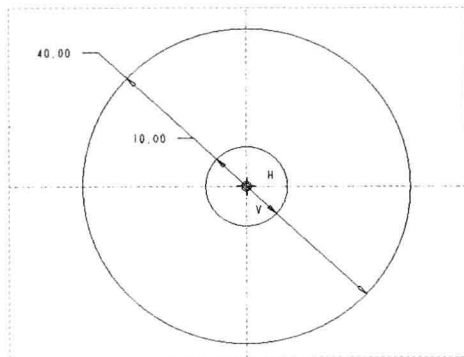

图 13-5 绘制圆 2
Step 04 采用与上同样的方法,使用“圆心和点”命令,在绘图区中心线的交点处,单击鼠标左键,绘制一个直径为 40 的圆,如图 13-5 所示。